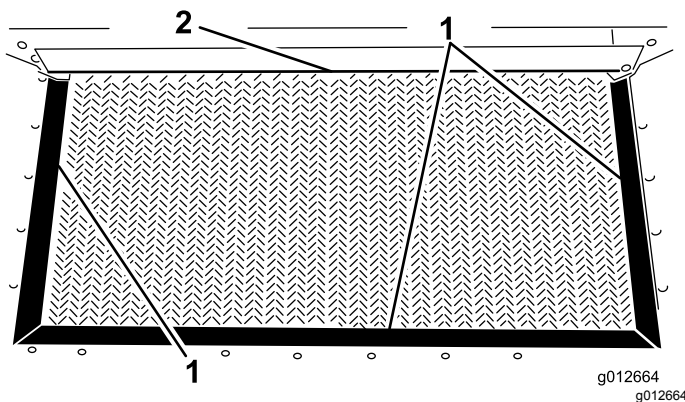

Figure 22
3. Vérifiez si les joints de la trémie et le bord de la trappe sont usés ou déchirés (Figure 22).